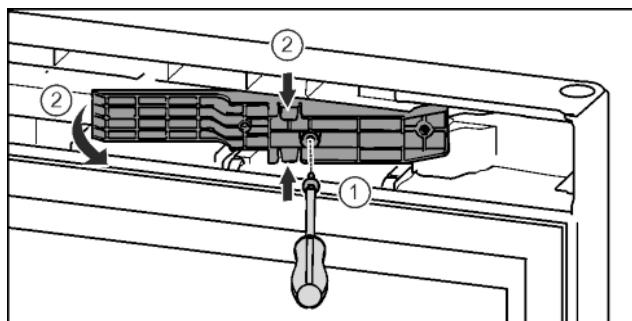

Fig. 16*
- С отвертка T15 развийте винтовете.* Fig. 16 (1)
- Изтеглете адаптерния елемент.* Fig. 16 (2)